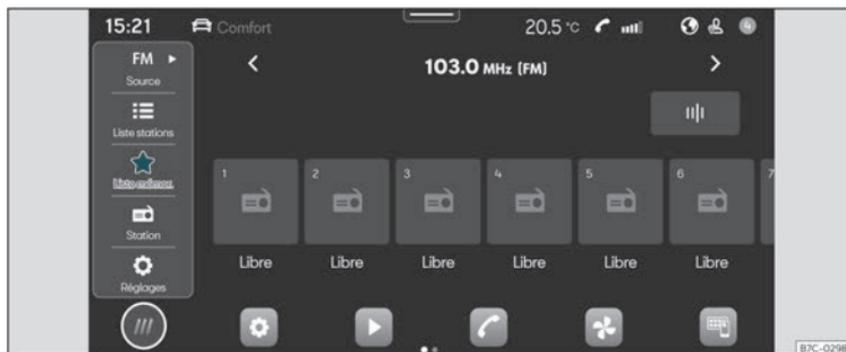

Fig. 132 Représentation schématique : Vue Radio
- Appuyez sur **HOME** > >>> **fig. 132**.